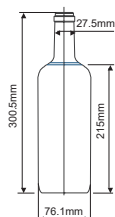
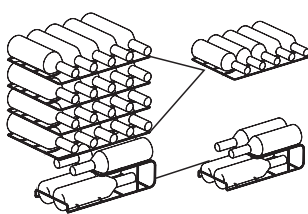
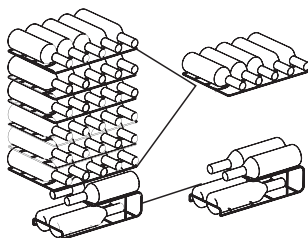

Fig. 1
Fig. 2
Fig. 3
- Kapaciteti i ruajtjes së shisheve në kabinetin e verës (MDRW111FGG tregohet në Fig. 2, MDRW150FGG tregohet në Fig. 3 ) është i bazuar në madhësinë e mëposhtme të shënuar të shisheve (Fig. 1). Shishet e mëdha mund të ndikojnë në hapësirën dhe numrin e shisheve për ruajtje në dollapin e verës.
- Për modelin MDRW111FGG: Vëllimi maksimal i rekomanduar i shisheve është 24 shishe, si në FIG. 2
- Për modelin MDRW150FGG: Vëllimi maksimal i rekomanduar i shisheve është 34 shishe, si në FIG. 3